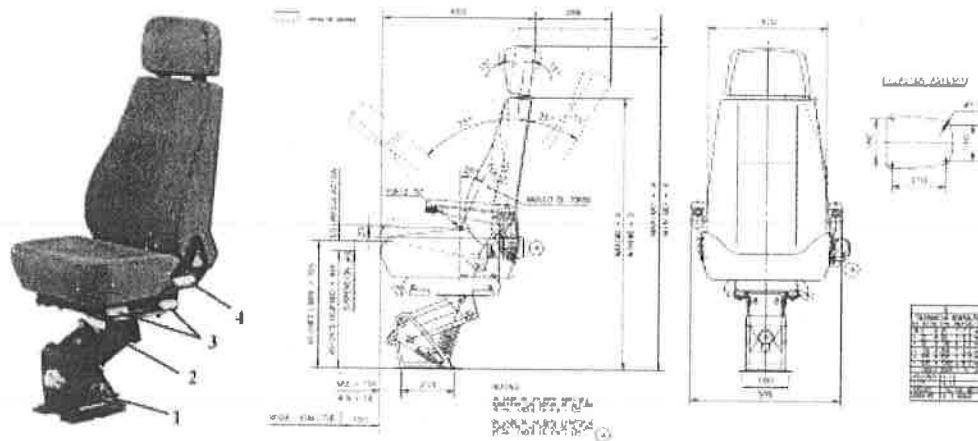

Figura 8: Mandos para el ajuste de la posición del asiento del maquinista
El asiento es regulable tanto en altura e inclinación, como en distancia al pupitre, empleando para ellos las palancas y mandos, todos menos uno pueden verse en la Figura 8. El equipamiento estándar con el que viene dotado este asiento es el siguiente:
- Regulación de peso continua (1), hasta 130 kg.
- Regulación horizontal (2), 150mm: al tirar de la palanca hacia arriba el conductor libera el movimiento longitudinal del asiento y puede regular la distancia del asiento al pupitre, desplazándolo hacia delante y hacia atrás por unas guías.
- Regulación en altura e inclinación del cojín (3), 65mm.
- Reclinación del respaldo multiposicional (4): al tirar del mando hacia arriba el conductor libera el movimiento de inclinación del asiento, permitiéndole ajustarlo a su gusto.
- Giro del asiento. En el asiento de la PI, en la parte derecha existe un mando adicional que no aparece en la Figura 8. Al tirar del mando hacia arriba el conductor libera el movimiento al giro del asiento. El asiento se bloquea de forma automática en ciertas posiciones, por ejemplo la central. Este movimiento facilita entrar o salir lateralmente del asiento.